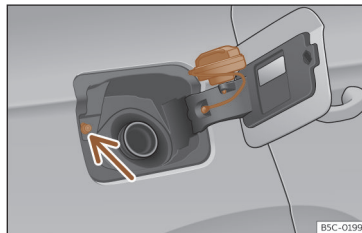

Fig. 202 Tampa do depósito com o tampão encaixado.
Evite tocar no botão de trancagem da tampa de combustível»» **Fig. 202** (seta). O sistema entenderá que acabou e não poderá continuar a abastecer. Volte a pressionar o botão  da porta do condutor para continuar.
- Coloque-a no espaço existente na dobradiça da tampa aberta»» **Fig. 202**.